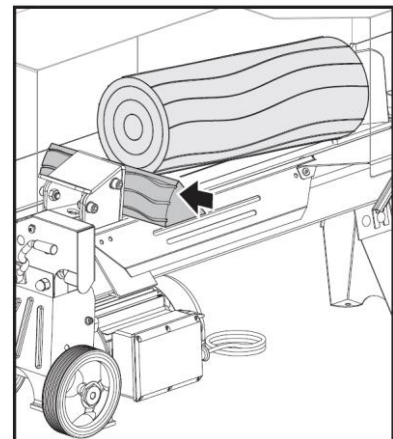

Fig. 15
- Togliere entrambe le mani dai comandi per far sì che lo spingitronco (11) torni automaticamente in posizione di riposo.
- Riavviare lo spaccalegna per spingere completamente il cuneo sotto il tronco inceppato. Vedere Fig. 15.
- **ATTENZIONE !** Non staccare con forza il tronco inceppato, poiché ciò potrebbe danneggiare il cuneo di spacco (2).